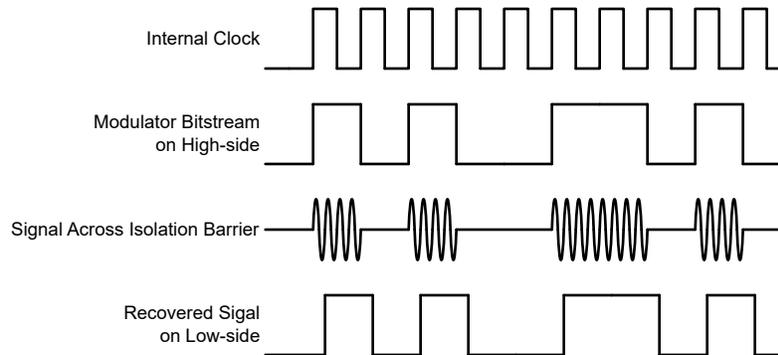

図 7-1. OOK ベースの変調方式
図 7-1 に示されているように、AMC0x11S は、オン / オフ キーイング (OOK) 変調方式を使用して、変調器の出力ビットストリームを、 $\text{SiO}_2$  ベースの絶縁膜間で伝送します。送信ドライバ (TX) を 機能ブロック図 示します。TX は、内部で生成された高周波キャリアを絶縁バリア越しに送信し、デジタル 1 を表現します。ただし、TX はデジタル 0 を表す信号を送信しません。AMC0x11S で使用されるキャリアの公称周波数は 480MHz です。